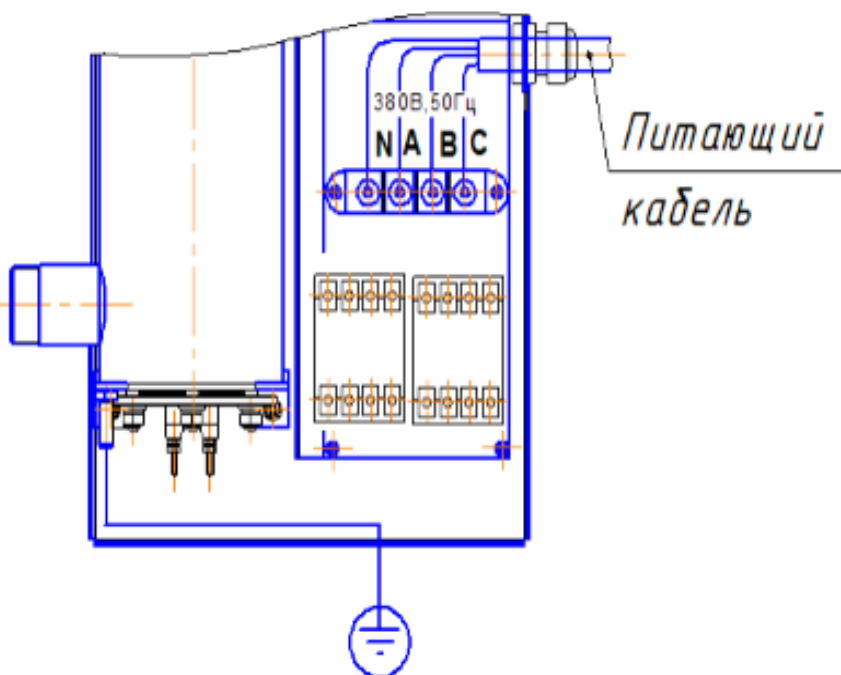

Рис.3 Схема подключения к трехфазной сети
- Подключить ЭВН-К к электросети 380В, 50Гц рис.3, для чего вводной кабель пропустить через кабельный ввод (фитинг). Фазные провода и нулевой провод следует подключить в соответствии с маркировкой на клеммную колодку.